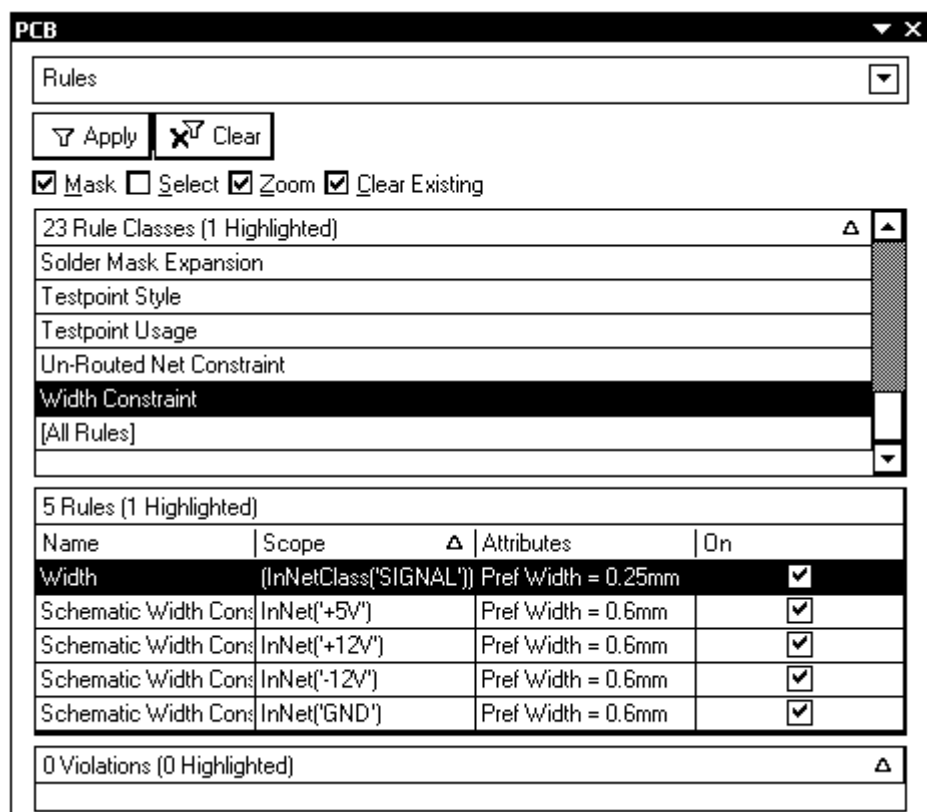

Рис. 5.11. Сводка правил проектирования в панели PCB
1. Активизировать в среде графического редактора печатной платы плавающую панель **PCB** (рис. 5.11).
2. Настроить панель на исследование правил проектирования. Для этого в верхнем поле окна (рис. 5.11) развернуть выпадающий список и выбрать в нем строку **Rules** (Правила).